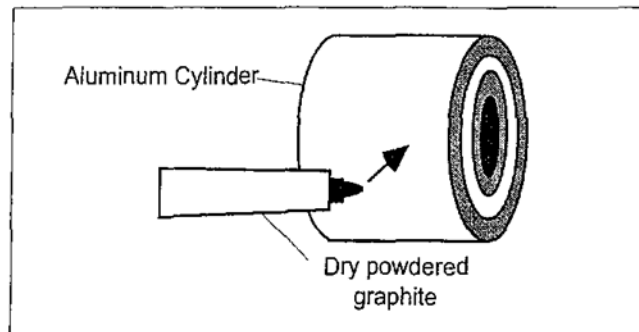

Figure 4 Lubricate Cylinder
- c. Antes de comenzar el experimento, rociar levemente la superficie del cilindro de aluminio con el polvo de grafito (*fig. 4*). Esto asegura que la cuerda deslice suavemente sobre el cilindro, proporcionando así una mejor prestación y un torque que no ocasione el desgaste del mismo.